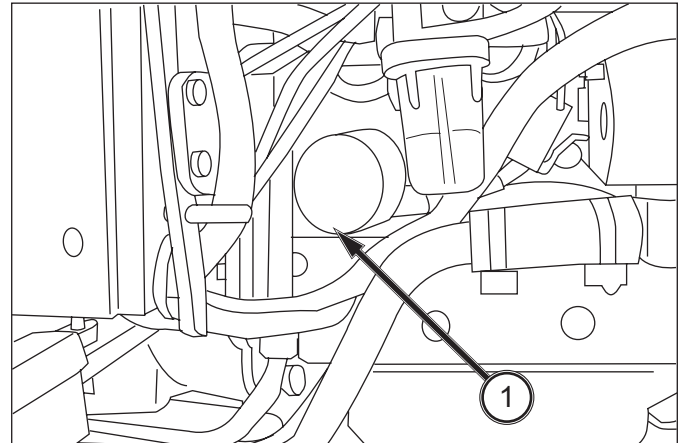

ABB. 128
ABB. 128: Zum Wechseln des Motorölfilters Filterelement (1) vom Motor abschrauben und entsorgen. Sicherstellen, dass die Dichtung des alten Filters vollständig entfernt ist.